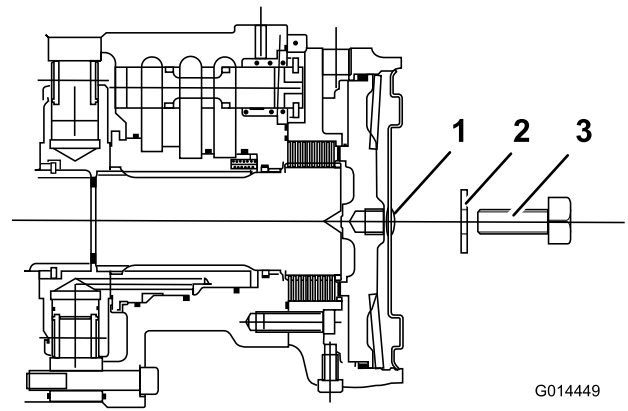

Bild 52
4. Setzen Sie eine lange Stellschraube (M12 x 40 mm) mit Scheibe durch das Loch in der Mitte der Motorendplatte ein (Bild 52).
5. Ziehen Sie die Stellschraube im Gewindeloch des Bremskolbens an, bis sich die Bremse löst (Bild 52).
6. Machen Sie die linke Vorderradmotorscheibenbremse ausfindig und wiederholen Sie den obigen Vorgang (Bild 52).